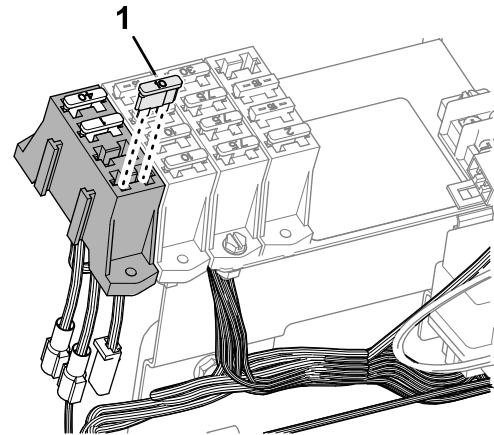

**Bild 20**
3. Stecken Sie den isolierten Flachstecker mit der Aufschrift OPTIONS POWER des Sicherungskastens in den mit HORN POWER beschrifteten Flachsteckkontakt des Kit-Kabelbaums (Bild 20).